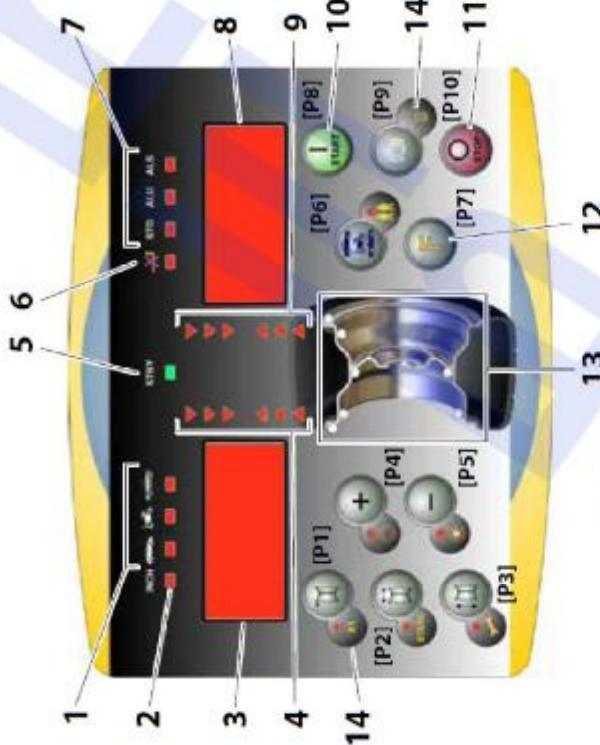

Рисунок 1 – Панель управления
Панель управления стенда представлена на Рис.1. Панель управления позволяет оператору давать команды и вводить или изменять данные. Дисплеи панели управления отображают результаты балансировки и сообщения стендса. Функции различных участков панели управления описаны в таблице Т1. Задняя часть панели управления содержит CPU-C1 электронный пульт управления, который собирает, обрабатывает и отображает данные.
- Тип программы - Светодиод [7]. См. рисунок 1.
- Вес Дисбаланса - Светодиод [13]. См. рисунок 1.